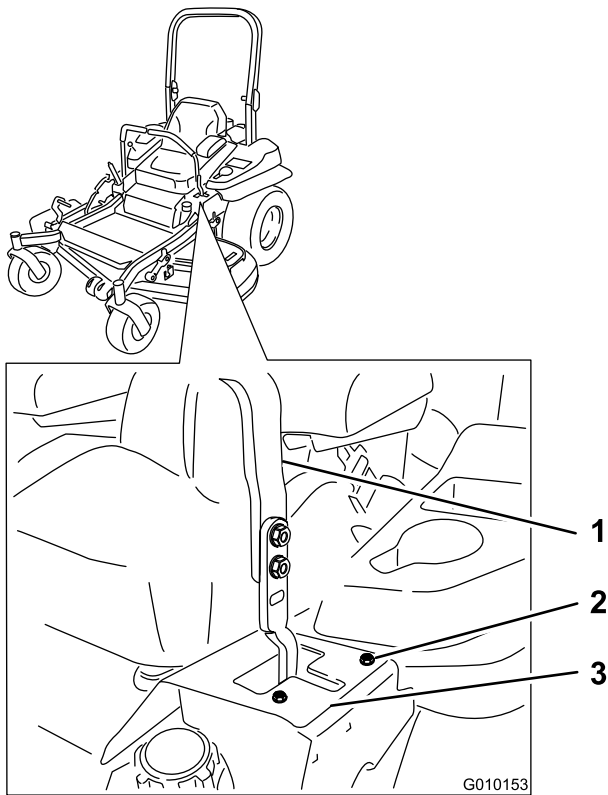

Figure 59
- Si la machine se déporte à droite, desserrez les boulons et déplacez la plaque de butée gauche en arrière sur la fente en T gauche, jusqu'à ce qu'elle se déplace en ligne droite (Figure 59).
- Si la machine se déporte à gauche, desserrez les boulons et déplacez la plaque de butée droite en arrière sur la fente en T droite, jusqu'à ce qu'elle se déplace en ligne droite (Figure 59).
8. Serrez les boulons de la plaque (Figure 59).